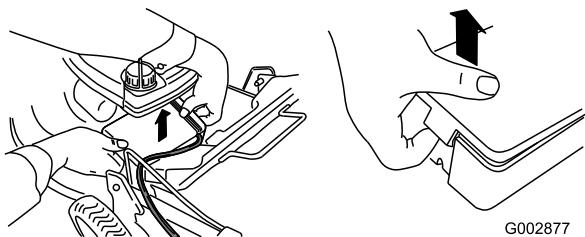

Figura 10
- Sbloccate il coperchio della batteria da ambo i lati e toglietelo (Figura 10).